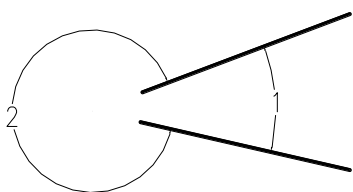

图 2-2A
1. 图 2-2A 所示的情况，拖动鼠标选择适当的区域，可以绘制角 1 或角 2 的角分线。